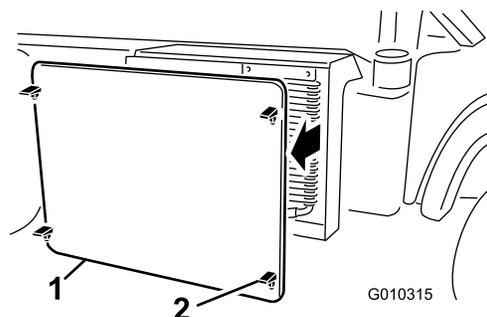

Рисунок 60
2. Расфиксируйте защелки и снимите решетку радиатора с передней стороны радиатора (Рисунок 60).